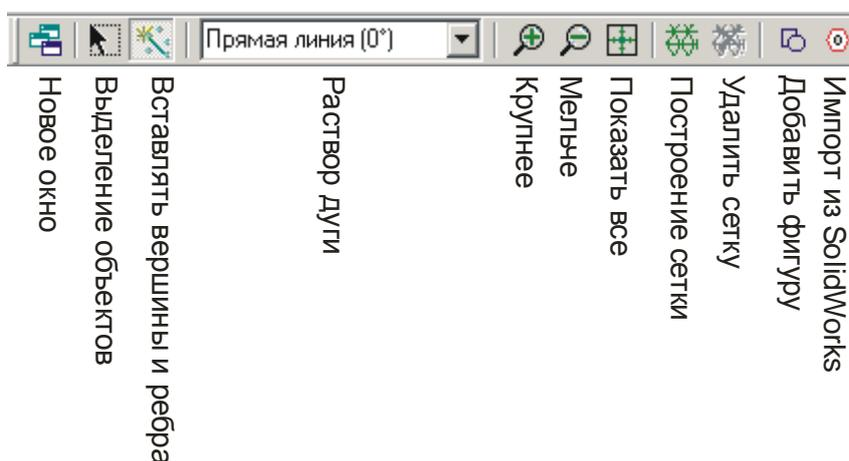
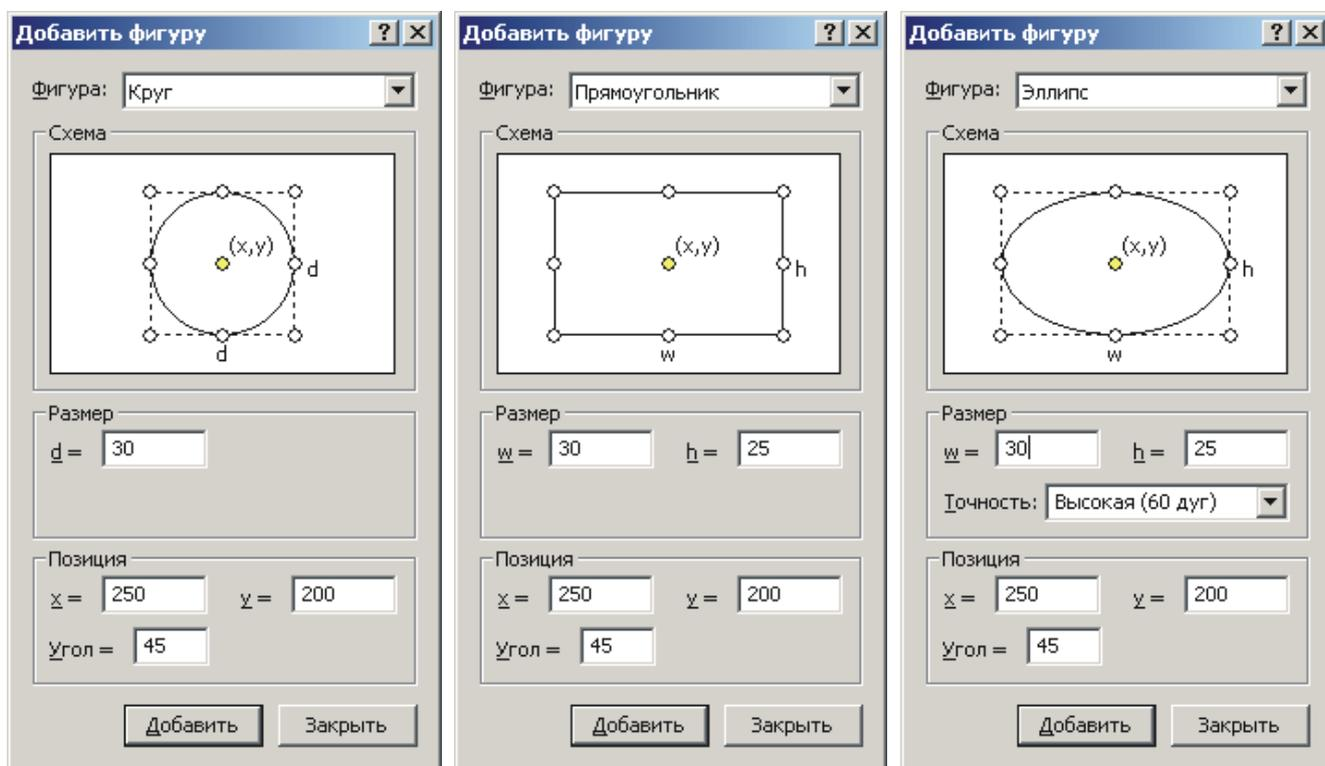

Рис. 1.8. Инструменты панели Модель
Рис. 1.10. Диалог Вставка фигуры
Каждый элемент отрисовывается с помощью соответствующего инструмента. Все инструменты сосредоточены в панели **Модель** (см. рис. 1.8), которая выводится на экран только после активизации (щелчка мышкой по рабочей области) графического редактора.
1. Нажмите кнопку на панели инструментов **Вставлять вершины и ребра** (см. рис. 1.8) или клавишу **INS**, чтобы перейти в *режим вставки*.
2. Укажите раствор нового ребра в окне **Раствор дуги** (см. рис. 1.8). Выберите одно из значений, находящихся в выпадающем списке (прямая линия, четверть круга, половина круга, три четверти круга).
Вставка фигуры позволяет ускорить процесс создания геометрии, путем ввода стандартных геометрических фигур: круга, прямоугольника, эллипса. Их ввод осуществляется запуском команды **Добавить фигуру** из панели **Модель** (см. рис. 1.8.). На экране появится диалог, показанный на рис. 1.10.
Для выделения объектов необходимо щелкнуть по кнопке **Выделение объектов** (см. рис. 1.8), а затем щелкнуть по выделяемому объекту или выделить группу с помощью рамки.